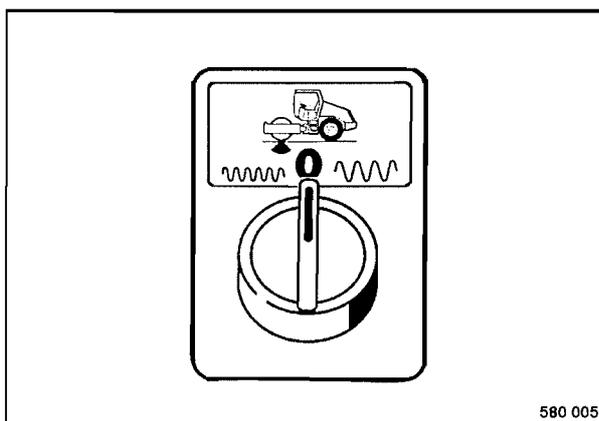

Fig. 42
- Con el interruptor giratorio (Fig. 42) preseleccionar la amplitud/frecuencia.